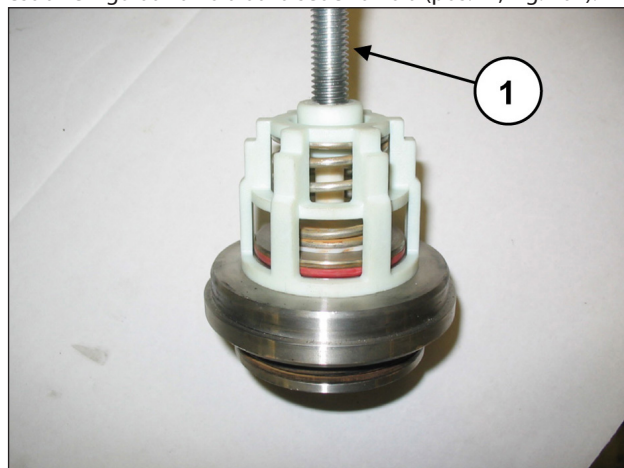

Fig. 104
Smontare i gruppi valvola di aspirazione e mandata avvitando una vite M10 in modo da premere sulla guida interna ed estrarre il guida valvola dalla sede valvola (pos. ①, Fig. 104).